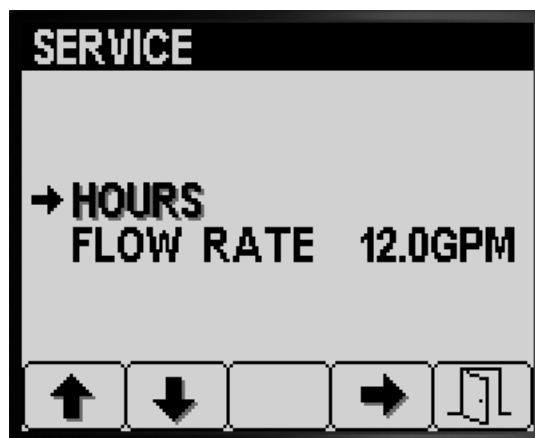

Рисунок 80
2. Нажмите кнопку 4 для выбора пункта Hours (Часы наработки) (Рисунок 80).
1. Нажимайте кнопку 1 или 2 на экране Service (Обслуживание), пока не перейдете к пункту HOURS (ЧАСЫ НАРАБОТКИ) (Рисунок 80).